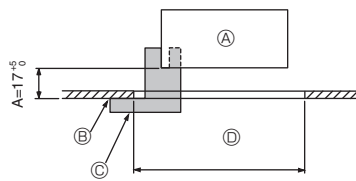
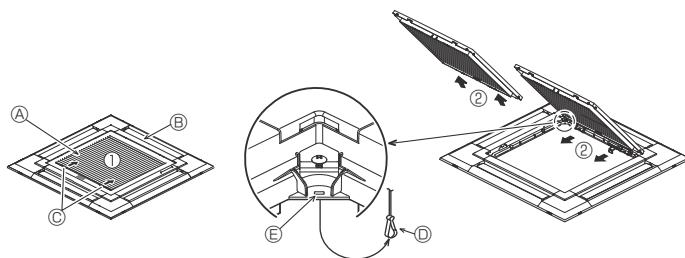
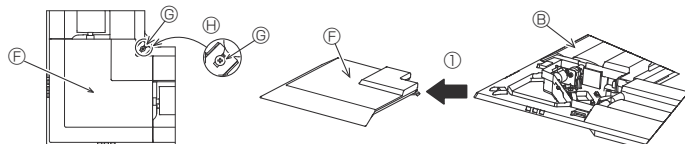

Fig. 9-2
Fig. 9-3
Fig. 9-4
①	Gitter	1	950 × 950 (mm)
②	Installationsmessgerät	1	(In 4 Teile unterteilt)
③	Schraube (4 × 16)	1	für PLP-6EAE, PLP-6EALME, PLP-6EALME
④	Eckplatte für den i-see sensor	1	für PLP-6EAE, PLP-6EALME, PLP-6EALME
⑤	Drahtlose Fernbedienung	1	für PLP-6EALM, PLP-6EALME
⑥	Fernbedienungshalter	1	Im Lieferumfang enthalten, wenn die drahtlose Fernbedienung vorhanden ist.
⑦	LR6-AA-Batterien	2	Im Lieferumfang enthalten, wenn die drahtlose Fernbedienung vorhanden ist.
⑧	3,5 × 16 Gewindefschneidenschrauben	2	Im Lieferumfang enthalten, wenn die drahtlose Fernbedienung vorhanden ist.
9.2. Vorbereitung zum Anbringen des Gitters (Fig. 9-2)
- Mit der mit diesem Bausatz gelieferten Lehre ② die Position des Hauptgeräts im Verhältnis zur Deckenoberfläche überprüfen. Wenn das Hauptgerät im Verhältnis zur Deckenoberfläche nicht richtig positioniert wird, kann Luft austreten, oder es kann sich Kondensationsflüssigkeit ansammeln.
- Ⓒ Installationsmessgerät ② (in das Hauptgerät eingeführt)
9.2.1. Das Ansauggitter abnehmen (Fig. 9-3)
- Zum Öffnen des Ansauggitters die Hebel in die Richtung, die durch Pfeil ① gekennzeichnet ist, schieben.
- Das Scharnier des Ansauggitters bei geöffnetem Ansauggitter (Position „offen“) vom Gitter wie durch Pfeil ② gekennzeichnet, abnehmen.
9.2.2. Die Eckplatte abnehmen (Fig. 9-4)
- Die 4 Schrauben an der Ecke lösen. Die Eckplatte in Pfeilrichtung ① in der Abbildung schieben und die Eckblende abnehmen.
[Fig.9-3] [Fig.9-4]